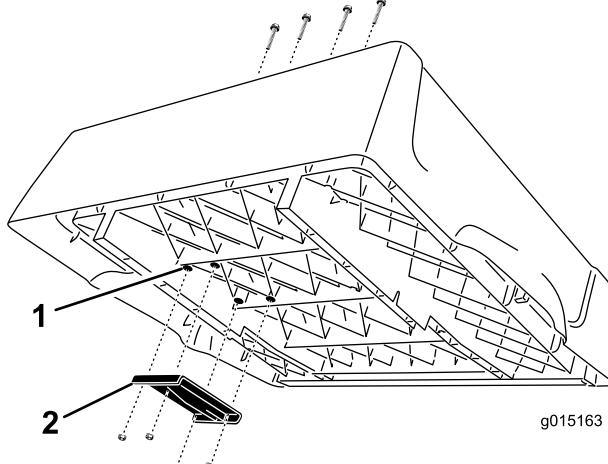

Bild 3
2. Befestigen Sie die obere Hubhalterung mit vier Kreuzschrauben ((3/8 x 2-1/2 Zoll)) und Bundsicherungsmuttern (Arretierung) ((3/8 Zoll)) an der Unterseite der Pritsche. Positionieren Sie die Halterung wie in Bild 3 dargestellt.